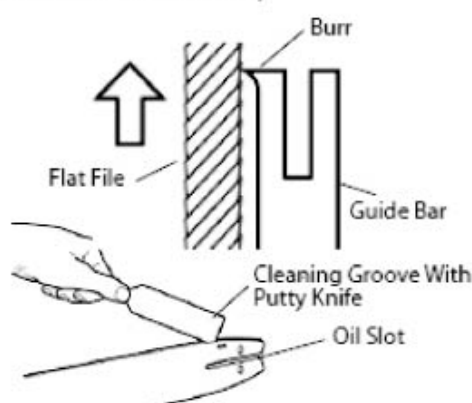

Figura 11
2. Rimuovere la segatura che si accumula nella scanalatura ed intervalli regolari. Usare una spatola o un pezzo di filo. **(Vedere Figura 11).**